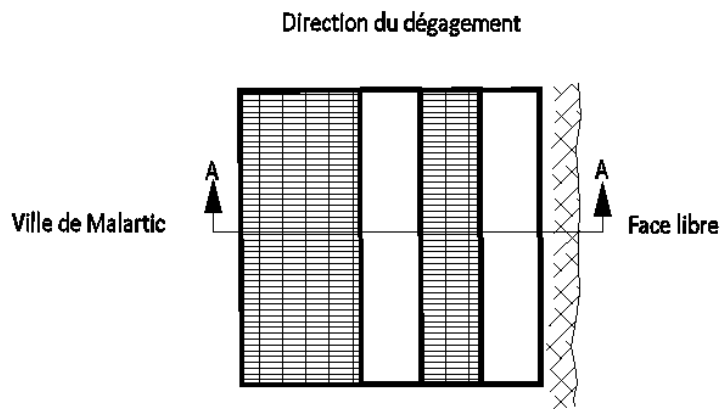

Figure 4. Installation géotextile vue en plan.
1. Dérouler le géotextile et recouvrir les trous en chevauchement les géotextiles à mi largeur (50%) dans la direction du dégagement, tel que démontrés aux figures 4 et 5 ;